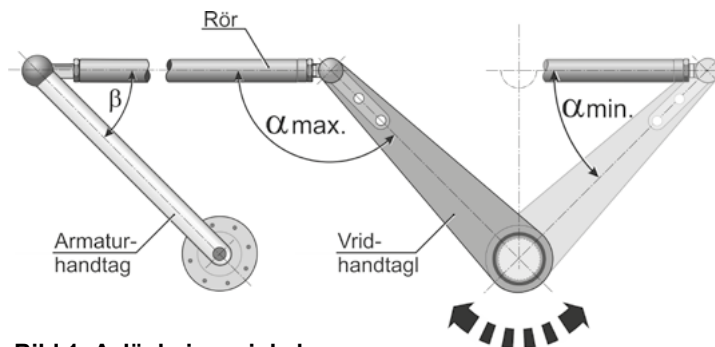

Bild 1: Avlänkningsvinkel
- Vinkel β (se bild 1) måste anges av armaturtillverkaren.